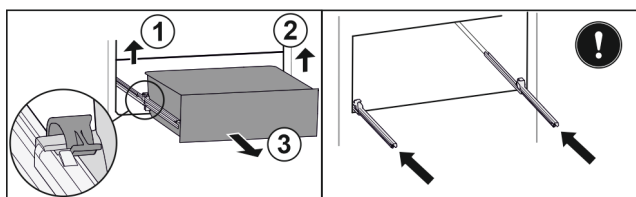

Fig. 194
- Zvedněte levou svorku a současně vytáhněte zásuvku vlevo dopředu. Fig. 194 (1)
- Zvedněte pravou svorku a současně vytáhněte zásuvku vpravo dopředu. Fig. 194 (2)
- Vyměňte zásuvku dopředu. Fig. 194 (3)